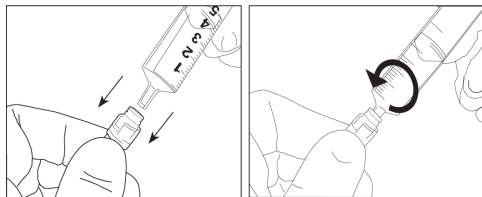

Figura 2: Luer-slip macho (MSL)
2. Utilizando técnicas asépticas, conecte con cuidado la jeringa o el equipo de extensión al puerto empujando la jeringa u otro conector luer directamente en el puerto de inyección sin aguja, girándolo a la vez hacia la derecha. Consulte figura 2. No intente hacer la inserción en un ángulo ni trate de hacer palanca en la abertura para abrirla.